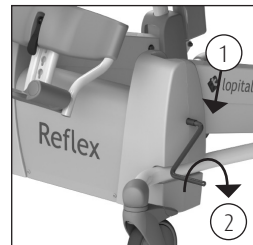

Abbildung 29. Notabsenk-Hebel.
- Platzieren Sie den Notabsenk-Hebel an die dafür vorgesehene Position (1) (Siehe Abbildung 29).
- Drehen Sie den Hebel im Uhrzeigersinn (2) (Siehe Abbildung 29).